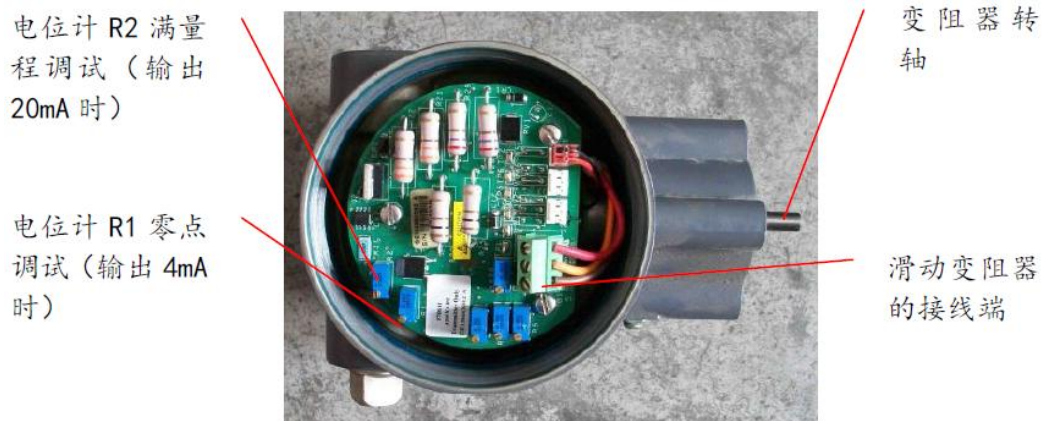

图 4-7.1 位置变送器 4211 的控制端
- 先将图 4-7.1 中所示滑动变阻器接线端的红色和橙色或者棕色和红色线松开，测量电阻值。
松开如图 4-7.1 中所示的滑线变阻器的接